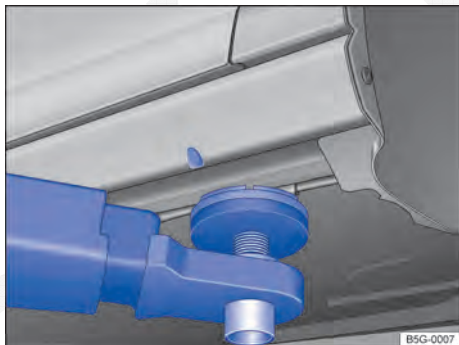
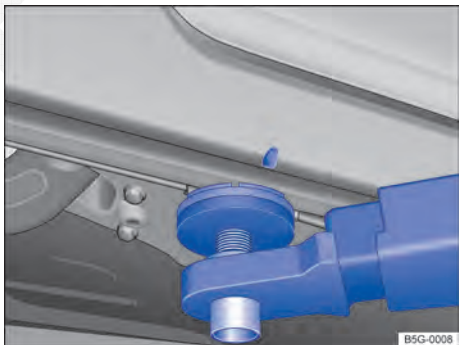

Fig. 195 Ponto de apoio dianteiro para a suspensão com plataforma elevatória ou com macaco.
Fig. 196 Ponto de apoio traseiro para suspensão com plataforma elevatória ou com macaco.
O veículo deve ser suspenso somente pelos pontos indicados nas figuras ⇒ **Fig. 195** e ⇒ **Fig. 196**. Se o veículo não for suspenso pelos pontos indicados, poderão ocorrer danos no veículo ⇒ ⚠ e ferimentos graves ⇒ ⚠.
- Suspender o veículo somente pelos pontos indicados nas figuras ⇒ Fig. 195 e ⇒ Fig. 196. Se o veículo não for suspenso pelos pontos indicados, o veículo poderá cair da plataforma elevatória quando, por exemplo, o motor ou a suspensão for desmontado.